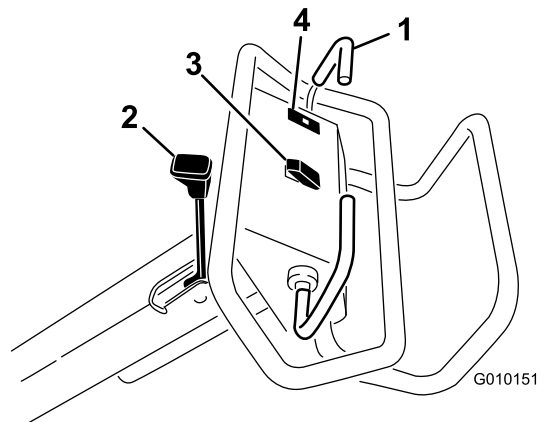

图 11
要向前移动请向前移动牵引把手。要向后移动请向后移动牵引把手图 11。
- 要设定手刹请向操作员把手的方向移动手刹杆图 11。
发动机油压低于安全水平时油压警告灯图 11 会亮起。如果出现低油压情况应关闭发动机并确定原因。再次启动发动机之前务必先修理好任何损坏的地方。
升——按开关的顶部图 11 可升起并分离打孔头。发动机必须运行才能产生提升压力。如果打孔头低于运输高度请参阅 重设系统控制电路 (页码 21)。
降/接合——按开关的底部图 11 可降下并接合打孔头。要使用开关牵引把手必须处于向前的位置。